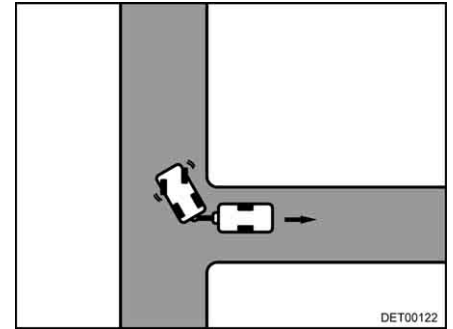

Bild 16 Rechts einschlagen
- Nach rechts einschlagen und vorsichtig rückwärts fahren (Bild 16).